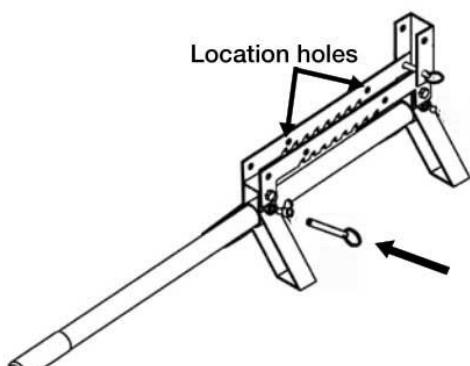

Figura 4
13. Insira a alça pelos pés e fixe-a com um pino de liberação (9,5x38mm) conforme mostrado na Figura 4.
Insira a alça pelos pés e fixe-a com um pino de liberação (9,5x38mm) conforme mostrado na Figura 4.